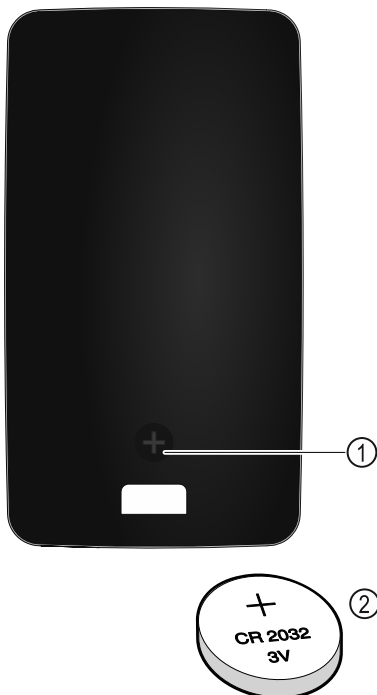

Fig. 141
Strømforsyningen til fjernstyringen sker via et batteri af typen CR 2032 med 3 V Fig. 141 (2), som kan fås hos fagforhandleren.
- ▶ Skru skruen Fig. 141 (1) ud på bagsiden af fjernbetjeningen.